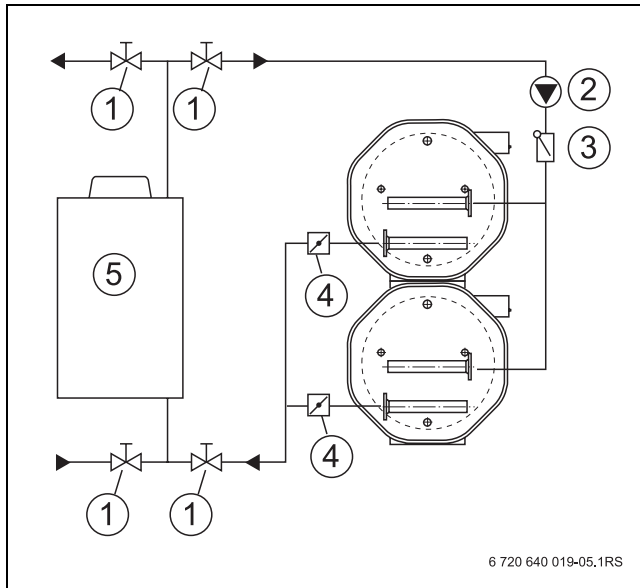

Рис. 7 Гидравлическая схема подключения двух водонагревателей
- ▶ Несколько водонагревателей соединяются как для горячей воды, так и для греющей воды параллельно по схеме Тихельманна (→ рис. 7).